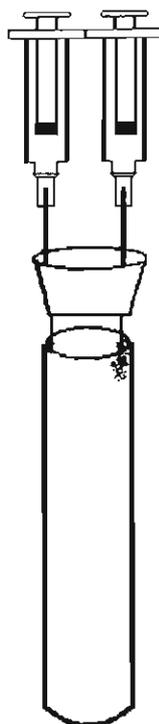

Figura 6.3 Dispositivo para obtener sulfuro de hidrógeno.
- a.1) Una vez que el gas producido en este experimento ha llenado la jeringa, separarla del dispositivo, colocarle una aguja hipodérmica (¡con mucho cuidado!) y tapan el dispositivo de la figura 6.3 con la jeringa llena con carbón activado. En un tubo de ensayo preparar una solución con unos pocos cristales de dicromato de potasio y disolverlos con 1 o 2 mL de ácido sulfúrico diluido 1:5. Vaciar lentamente una parte del contenido del gas sobre la solución. Observar la solución e identificar el producto de la reacción.
Tome la jeringa del generador de la figura 6.3 e inserte su aguja hipodérmica. A cada gota inyéctele una muestra del gas. Observe y describa el producto de la reacción que se da en cada gota.